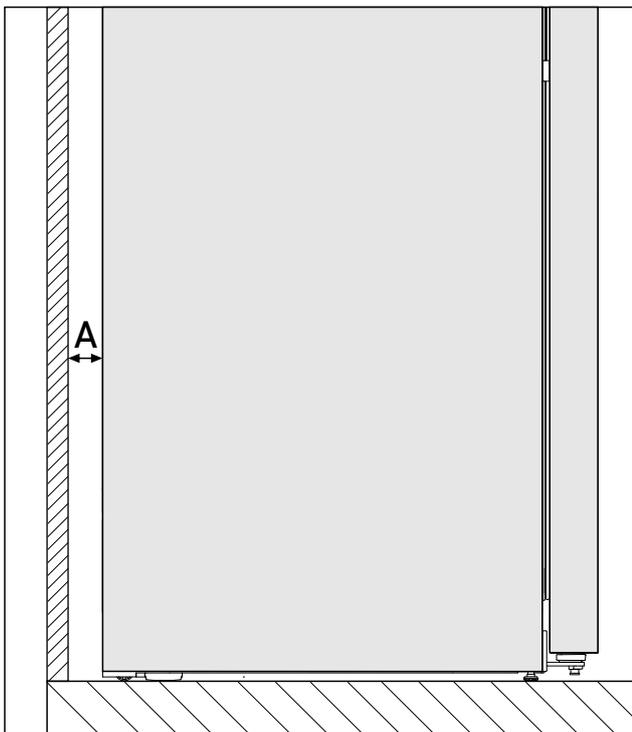

Fig. 2\*
已在冰箱背面与墙壁之间的离墙距离为 Fig. 2 (A) 时确定能量消耗。当离墙距离小于 Fig. 2 (A) 时，不会影响冰箱的功能，但在更小的离墙距离下，能量消耗会略微升高。